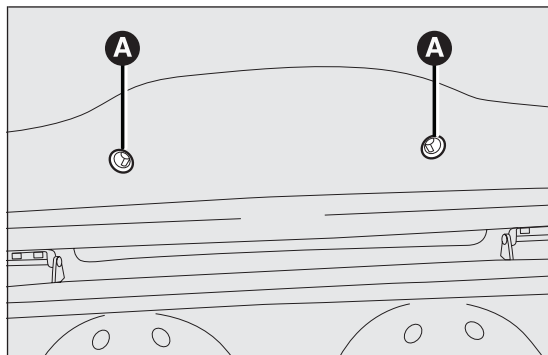

Abb. 117
- ☐ Die beiden Schutzdeckel entfernen und die beiden Befestigungsschrauben A Abb. 117 lösen;